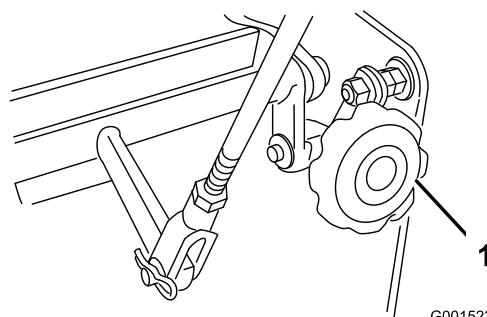

Figure 39
- Si la machine se déporte d'un côté ou de l'autre, tournez le bouton de Quick-Track. Tournez le bouton à droite pour diriger la machine vers la droite et à gauche pour diriger la machine vers la gauche (Figure 39).